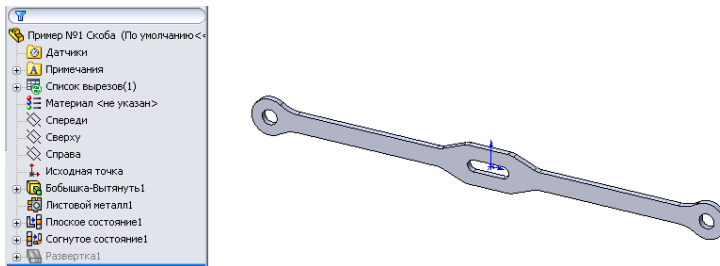

Рисунок 9.24 - Додані нові елементи в дереві конструювання
5. Натиснемо кнопку **ОК**, щоб закінчити перетворення деталі. На екрані з'явиться повідомлення - «Сгибы не были найдены», на що також потрібно відповісти **ОК**. У результаті ви повернетеся до вихідного (плоского) стану деталі, але в дереві конструювання з'являться нові елементи: «Листовой металл1, Плоское состояние1, Согнутое состояние1 и Развертка1» (рис. 9.24).